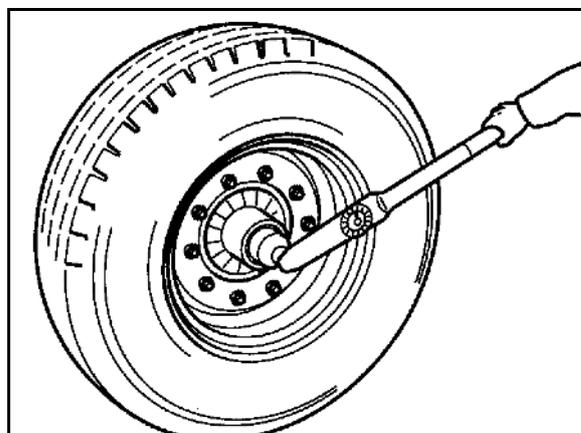

Fig. 62
1. Dévissez les deux tôles de protection (Fig. 62/1) sur le côté intérieur du tambour de frein.
Les impuretés qui pénètrent dans le frein peuvent se déposer sur les garnitures (Fig. 62/2) et dégrader sensiblement les performances du freinage.